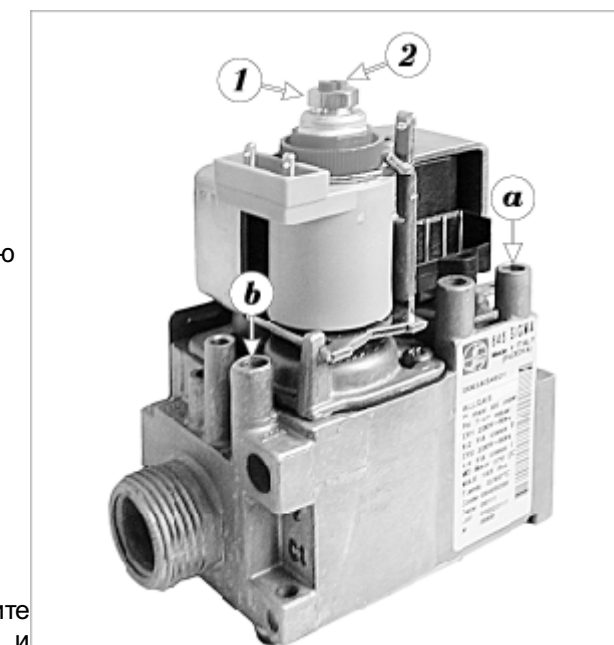

Рис. 24 – Газовый клапан
- Давление газа настраивается элементами на комбинированной газовой арматуре (см.рис. 24). Измеряется давление с помощью U-манометра (против атмосфере) или иным измерителем давления.